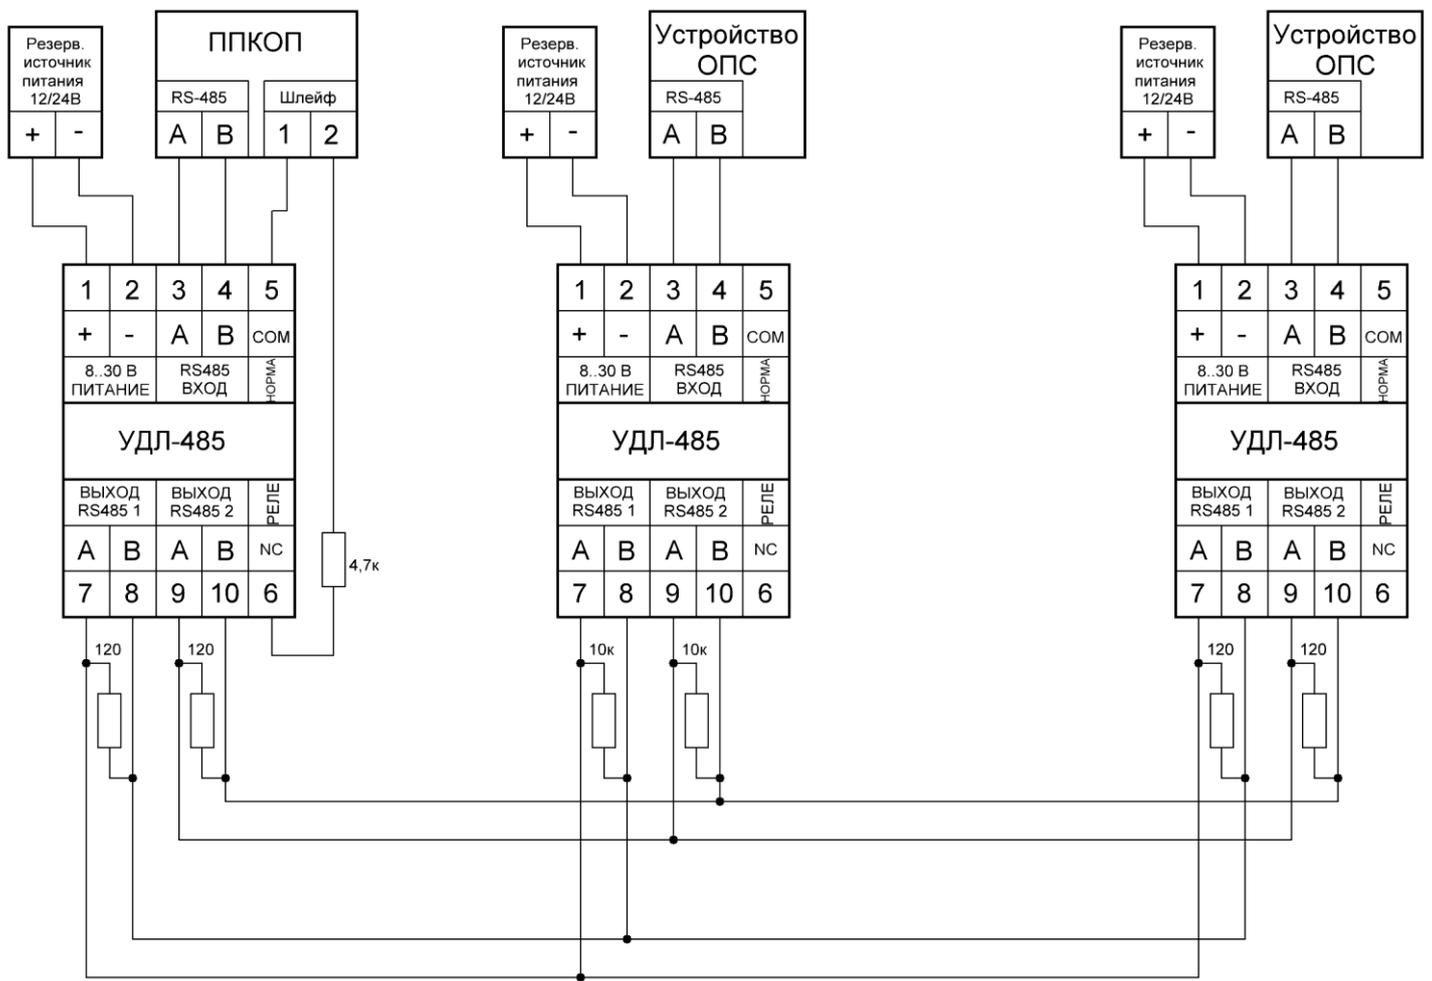

Рис. 2. Схема подключения УДЛ-485.
7.2 Произвести подключение по схеме согласно рис.2.
В случае необходимости контроля целостности линии связи следует подключить выход устройства «РЕЛЕ НОРМА» к технологическому шлейфу сигнализации согласно схеме на рис.2.